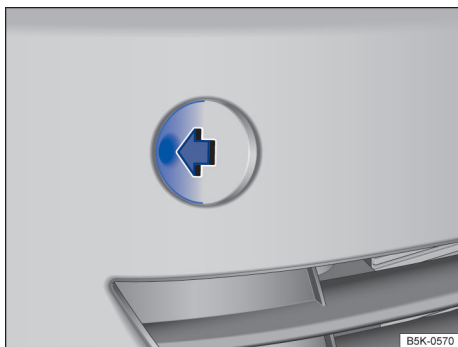

Fig. 183 No para-choque dianteiro à direita: retirar cobertura.
- Pressionar na região lateral da cobertura (seta) para soltar o encaixe da cobertura → Fig. 183.